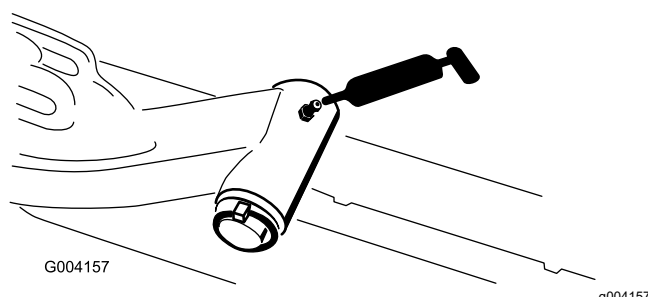

Figura 110
- Eje pivotante del brazo de elevación (1 en cada) (Figura 110)